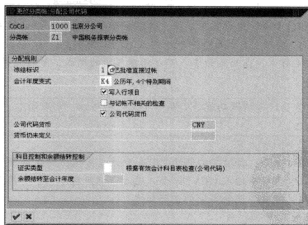

图 5-91 公司代码属性
STEP 4 在图中可以看到当前系统中存在的所有公司代码清单,双击选择某一条公司代码,即可看到该公司代码对应的属性信息,如图 5-91 所示。